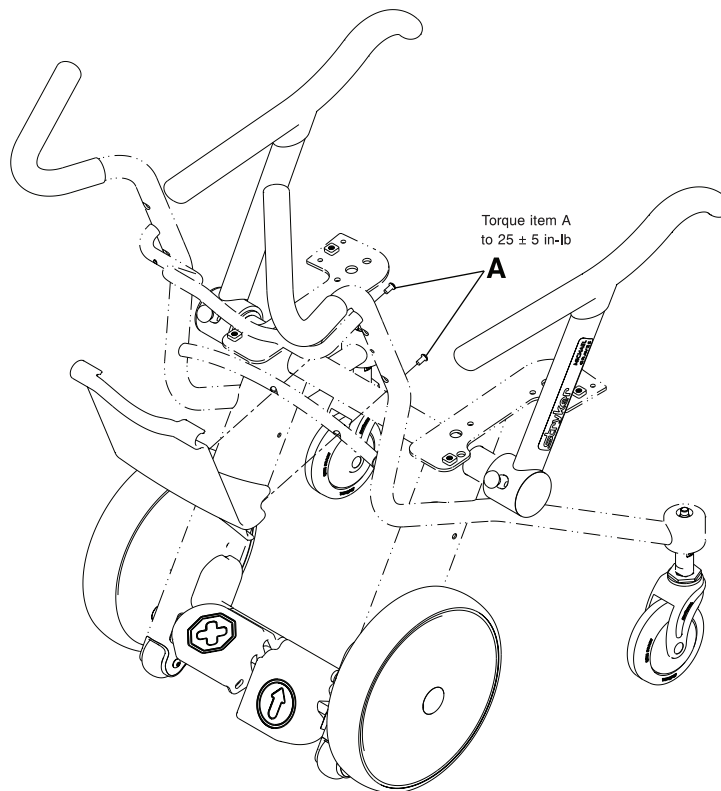

Abbildung 3-22: Austausch des Krankenaktenhalters
3. Mit einem 5/32-Zoll-Sechskantschlüssel die beiden Linsenkopf-Innensechskantschrauben (A) entfernen, mit denen das Unterteil des Krankenaktenhalters am Stuhlrahmen befestigt ist (Abbildung 3-22 auf Seite 3-40). Die Schrauben aufheben. Die Schrauben beim Wiedereinbau mit einem Drehmomentschlüssel mit 3/8-Zoll-Antrieb auf  $25 \pm 5$  in-lb ( $2,8 \pm 0,6$  Nm) festziehen.